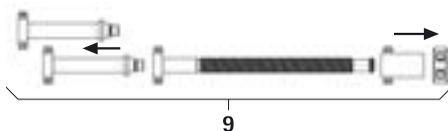

Abb. 4
- Spindeldistraktor 9 demontieren, siehe Abb. 4.